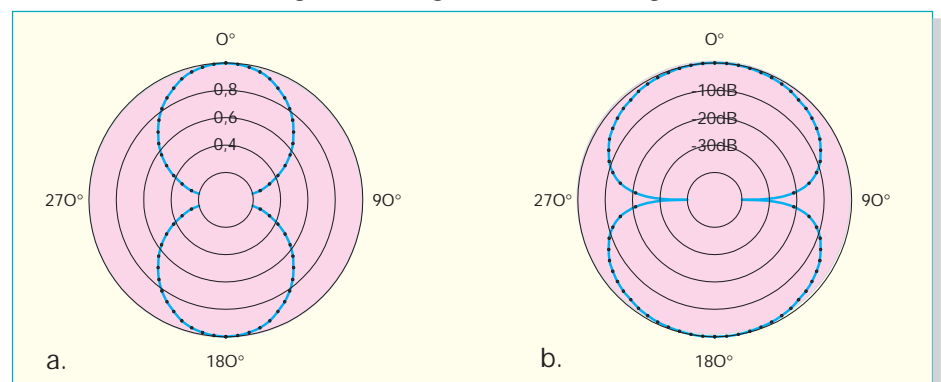
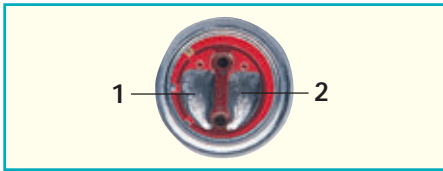
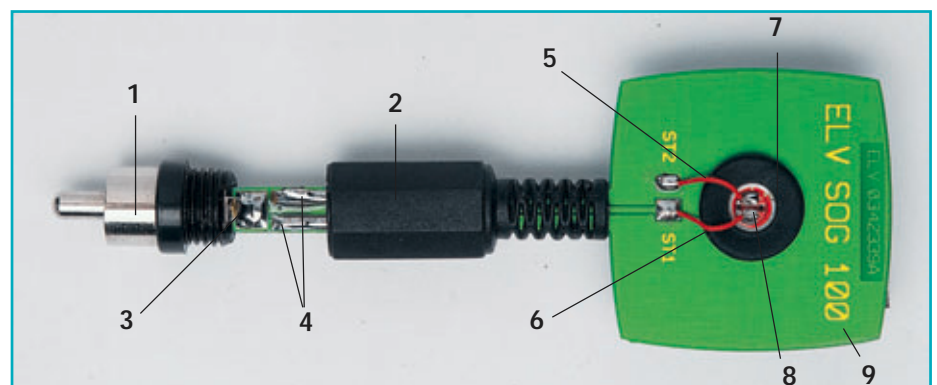

Bild 1: Achtercharakteristik im Polardiagramm mit linearer (a.) und mit logarithmischer (dB-)Teilung (b.).
Bild 4: Ansicht des Elektret-Mikrofon mit Achtercharakteristik vom Typ NB 27
Bild 9: Detailfoto der fertig aufgebauten Mikrofonplatine
einer so genannten Achtercharakteristik; ihre Richtcharakteristik hat die Gestalt der Ziffer „8“, siehe Abbildung 1 a. Beim Übertragen dieser Richtcharakteristik in ein logarithmisch geteiltes Polardiagramm ergibt sich dann die in Abbildung 1 b gezeigte Form. In dieser Darstellung fallen die beiden besonders scharf ausgeprägten Minima bei 90° und bei 270° auf. Diese sind es denn auch, die man zu sehr genauen Peilungszwecken ausnutzt. Die jeweils um 90° versetzten Maxima bei 0° und bei 180° haben dagegen einen so flachen Verlauf, dass sie für Peil- und Ortungszwecke völlig ungeeignet sind.
Wichtigstes Bauelement in der in Abbildung 7 dargestellten Schaltung des Schallortungsgerätes ist das Mikrofon MIC 1. Der hier eingesetzte Typ NB 27 besitzt die für diesen Anwendungsfall so wichtige bidirektionale Richtcharakteristik (vgl. Abbildung 1). Elektrisch gesehen, ist das Mikrofon ein normales Elektret-Mikrofon und benötigt für den Betrieb somit eine Spannungsversorgung. Dabei ist das Mikrofon intern so aufgebaut, dass Spannungsversorgung und Signalausgang über einen Anschluss-Pin erfolgen (Abbildung 4, Pin-Nr. 2). Als „Arbeitswiderstand“ für den mikrofoninternen Verstärker fungiert der Widerstand R 1. Das vom Mikrofon kommende NF-Signal gelangt dann über C 1 kapazitiv entkoppelt auf
zuvor das Mikrofon so gedreht werden, dass sich der GND-Anschluss (Abbildung 4, Pin Nr. 1) oberhalb der Lötfläche ST 2 befindet. Mit zwei 12 mm langen Feindrähten (0,3 mm Durchmesser), die auf beiden Seiten ca. 1 mm abisoliert werden, erfolgt die Verbindung zwischen den Mikrofonanschlüssen und den zugehörigen Löt pads. Der Masseanschluss des Mikrophones (Abbildung 4, Pin Nr. 1) ist an ST 2 anzulöten (Abbildung 9 [5]), der Signalanschluss (Abbildung 4, Pin Nr. 2) wird mit ST 1 verbunden (Abbildung 9 [6]). Beim Löten ist besondere Vorsicht geboten, zu langes bzw. zu heißes Löten am Mikrofon ist zu vermeiden.
Im ersten Schritt erfolgt die Montage des Mikrophones. Die Abbildung 9 zeigt Details zum Aufbau der Platine. Zunächst wird die Montagetülle (7) in die Bohrung der Platine (9) eingesetzt. Der Tülle kommt hier eine besondere Bedeutung zu: Sie muss für einen stabilen Halt des Mikrophones sorgen, gleichzeitig aber recht flexibel sein, um den vom Gehäuse des Basisgerätes kommenden Körperschall zu absorbieren.